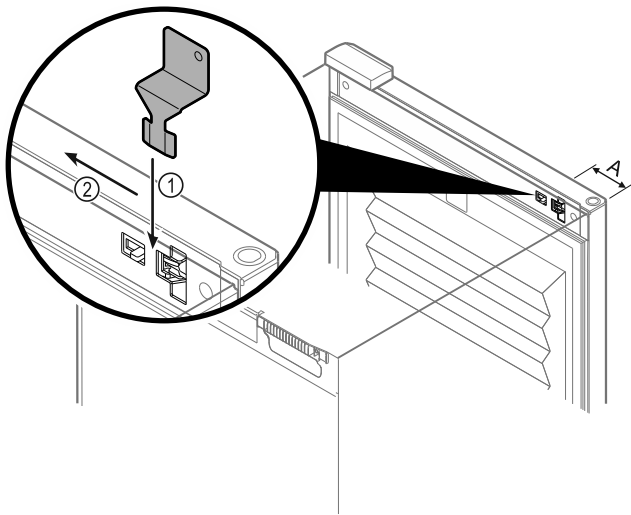

Fig. 133
- ▶ Notentriegelungsschlüssel an vorgegebener Stelle positionieren Fig. 133 (A) \approx 100mm.
- ▶ Notentriegelungsschlüssel zwischen Tür und Gerätekorpus von oben bis zum Anschlag einstecken Fig. 133 (1).
- ▶ Notentriegelungsschlüssel in Richtung Scharnierseite ziehen Fig. 133 (2).